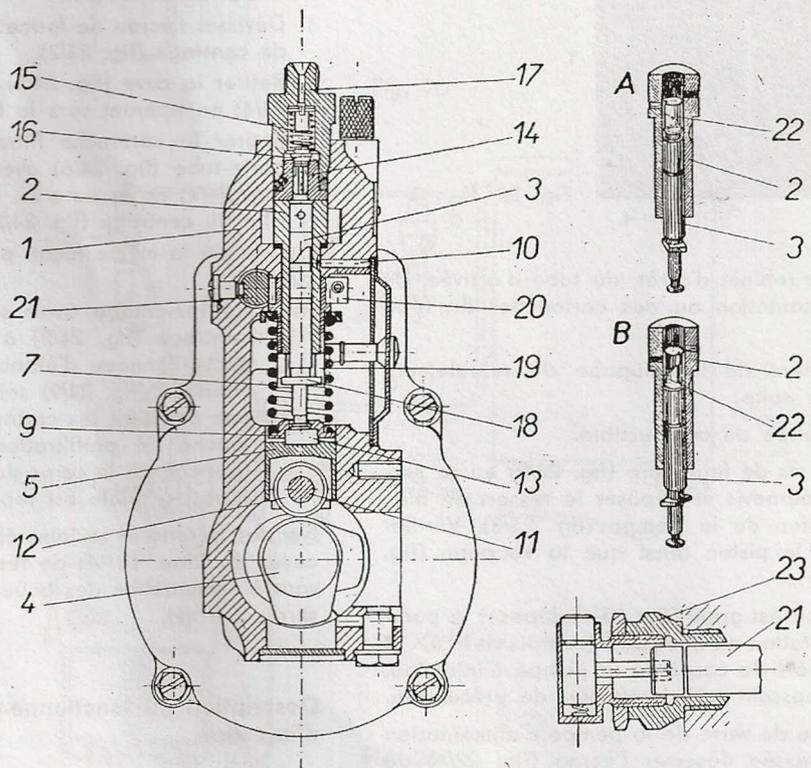
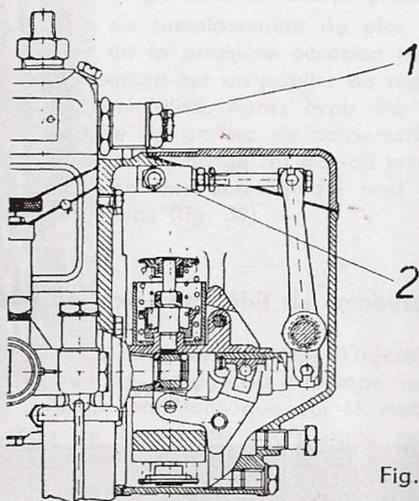

Fig. 25
Fig. 26
pression dans le délai ainsi qu'en quantité voulue. Dans le carter de la pompe d'injection (fig. 25/1) sont montés les cylindres travailleurs (2) de la pompe dans lesquels se meuvent les pistons (3). La pompe d'injection est commandée par la distribution, à l'aide d'un arbre de commande de la pompe d'in-
Le débit varie en fonction du calage du piston, c'est à dire selon la longueur de la partie masquée de l'orifice transversal (d'aspiration) ménagé dans le cylindre. Le piston possède dans sa partie inférieure une ailette (18) rentrant dans l'encoche du manchon de réglage (19). La partie supérieure du manchon de réglage porte un collier denté (20) s'engrenant avec la denture de la crémaillère de réglage commune (fig. 26/2). Le collier est assujéti au manchon de réglage par la vis. Le déplacement de la tige de réglage fait tourner le piston dans le cylindre et la rampe de réglage (fig. 25/22) ménagée sur le piston, démasque plus tôt ou plus tard l'orifice transversal (d'aspiration) du cylindre.
Si le piston occupe une telle position que le canal de transfert reliant la face du piston avec l'évidement au-dessous de la rampe de réglage coïncide avec l'orifice transversal du cylindre (fig. 25/A) la pompe ne débite pas et la trémaillère de réglage se trouve en STOP. Si la crémaillère se trouve au point opposé, la pompe débite le maximum de combustible (fig. 25/B).
A l'opposé de l'arrivée du combustible dans le canal d'aspiration est situé un clapet de décharge (fig. 26/1) maintenant la pression constante dans le canal
En cas de lancement du moteur à l'aide de dispositif de surcharge (fig. 25/23) fixé à la pompe comme une butée de la crémaillère de réglage (fig. 25/21) on provoque le déplacement maximum de la crémaillère de réglage au débit maximum avec le délai d'injection retardé au maximum. A l'opposé du côté commande de la pompe est situé un régulateur de puissance (fig. 26) assurant la régulation de la puissance du moteur à un régime d'utilisation élevé. Cette étendue est donnée par le rapport du régime minimum au régime maximum. Pour un régime ajusté, l'appareil règle la quantité de combustible injectée dans le moteur en fonction de la puissance utilisée. Les chutes ou les hausses de régime en cas d'augmentation de la charge ou de soulagement du moteur sont dites non-uniformité de marche du régulateur. Si l'on ajuste l'arbre excentré du côté service à un régime donné le régulateur déplace la crémaillère de réglage (fig. 26/2) en fonction de la charge momentanée du moteur dans la position répondant à ce régime.
3. Dévisser la tubulure de raccord (fig. 25/17), retirer le téton de remplissage (fig. 25/16) et le ressort.
soir (fig. 25/5) doit se trouver, dans la position inférieure.